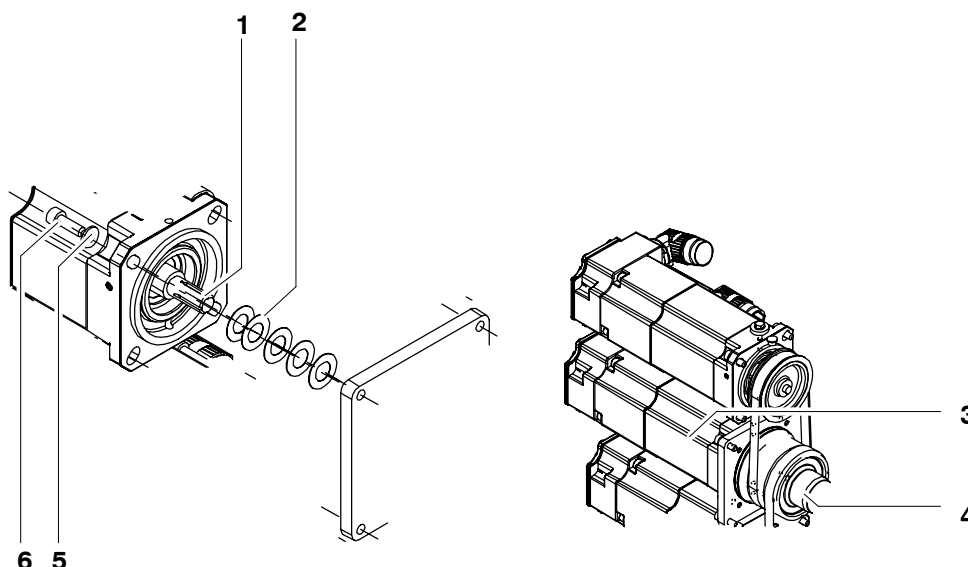

Fig. 127 Montage de l'unité d'entraînement A6
- (1) Le cas échéant, procéder à la déconservation de la nouvelle unité d'entraînement A6.
- (2) Nettoyer l'engrenage à développante (Fig. 127/1) pour l'enduire légèrement, mais sur toute la surface avec de la graisse (Microlube GL 261).
- (3) Pousser les ressorts Belleville (2) sur la denture conformément à la Fig. 127.
- (4) Introduire l'unité d'entraînement A6 (3) dans l'engrenage à développante de l'arbre A6 (4) et dans le centrage du carter du bras.